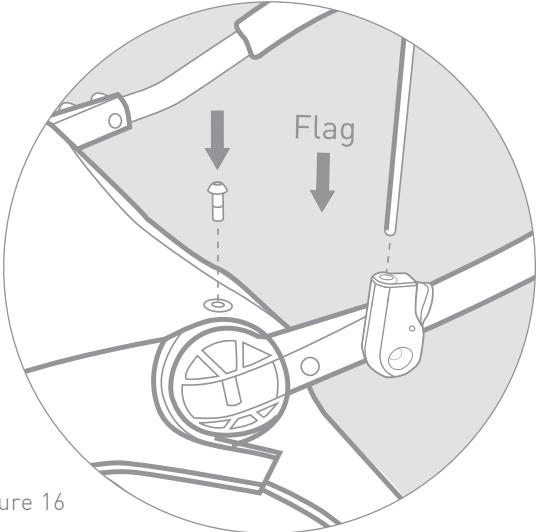
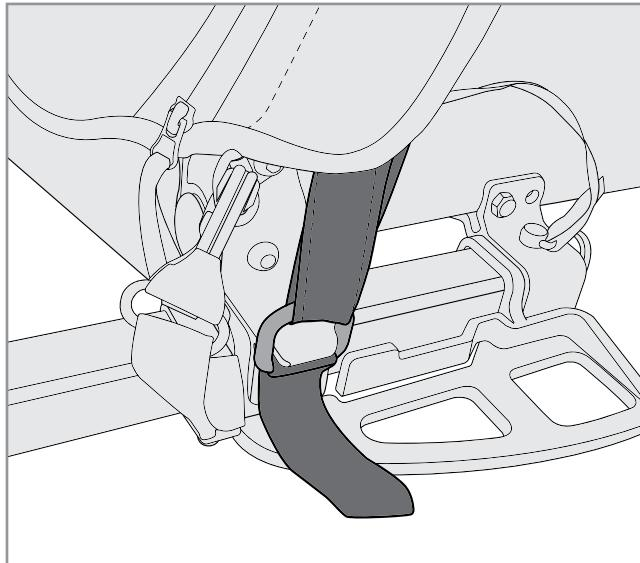

Figure 16
Figure 17
1. Attach cover to trailer using provided screws (Figure 16). Slip the cover D-rings over the hooked corners of the tow bar receivers (Figure 17).
2. Slide Flag pole into hole on flag holder. To release, push button and lift flag pole out (Figure 16).
1. Arrimez le cache à la remorque à l'aide des vis fournies (Figure 16). Faites glisser les anneaux en D du cache sur les angles à crochet des réceptacles de la barre de remorquage (Figure 17).
2. Faites glisser le mat du drapeau dans l'orifice du porte-drapeau. Pour libérer le drapeau, appuyez sur le bouton et retirez le mat (Figure 16).
1. Das Verdeck mithilfe der im Lieferumfang befindlichen Schrauben (Abb. 16) befestigen. Die D-Ösen in den mit Haken versehenen Ecken der Deichselaufnahmen einhängen (Abb. 17).
2. Die Flaggenstange in die Öffnung des Flaggenthalters stecken. Zum Entfernen auf den Knopf drücken und die Flaggenstange herausziehen (Abb. 16).